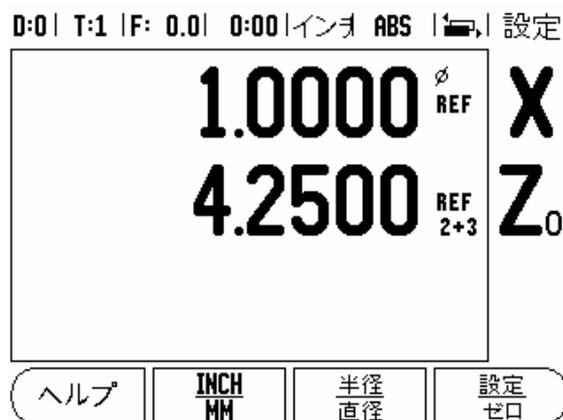

図 II. 4 Z カップリングの有効化
- ▶ 装置の背面にあるエンコーダ入力に関連付けられた数字キーを押します。+ または - ソフトキーを押して、1 番目の入力と 2 番目の入力をカップリングします。入力番号は軸ラベルの横に表示され、その位置がカップリングされていることを示します (例: 2 + 3)。図 II. 4 を参照してください。図 II. 4。
Z₀ と Z 軸をカップリングし、結果を Z₀ ディスプレイに表示する場合は、Z₀ キーを約 2 秒間押し続けます。Z 位置の合計は Z₀ ディスプレイに表示され、Z ディスプレイは空白になります。図 II. 4 を参照してください。図 II. 4.